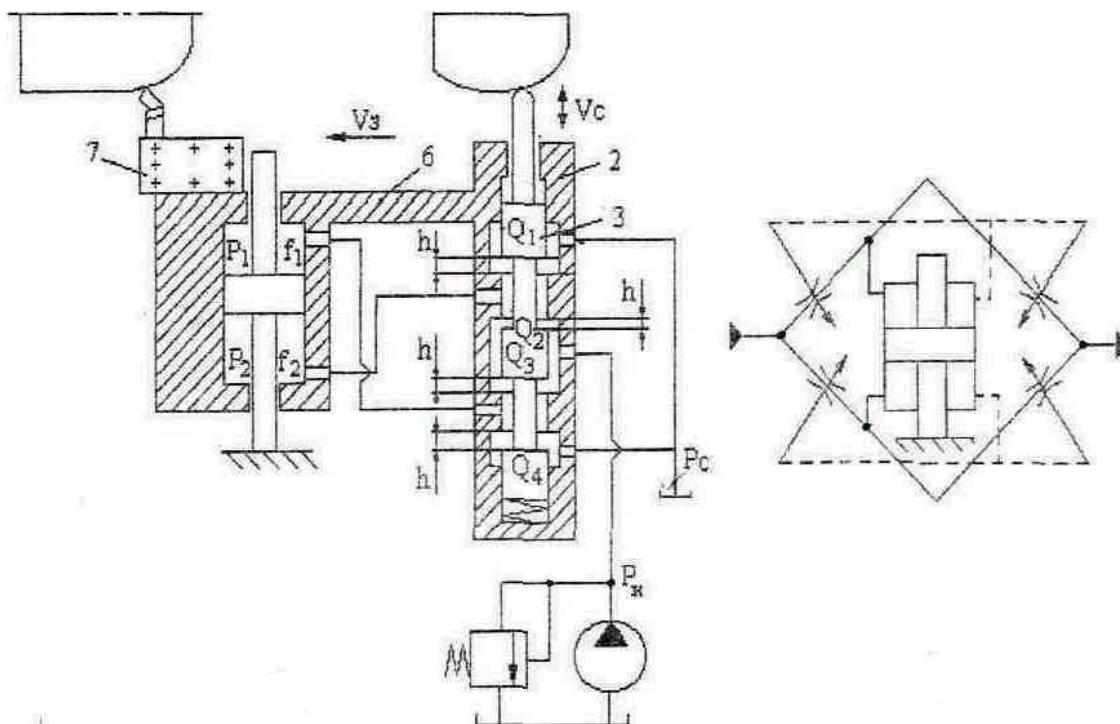

Рис. 1. Схема копировальной системы
1. Определить ошибку копирования по силе для копировальной системы (рис. 1) и дать оценку влияющего действия на нее различных конструктивных и настроечных параметров.